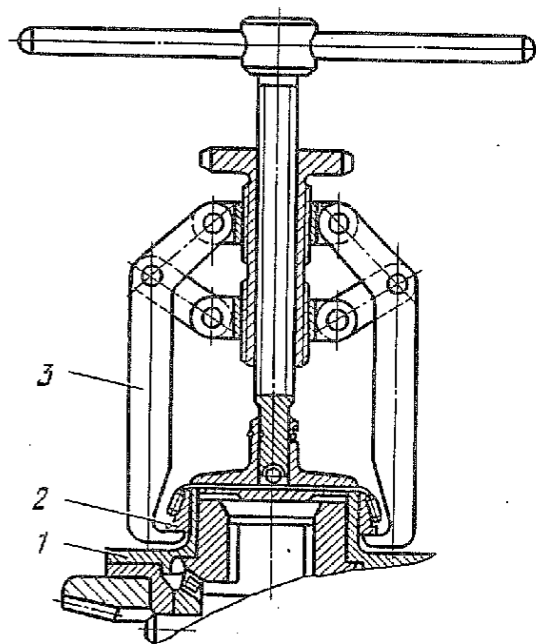

Рис. 60. Съемник подшипника дифференциала:
1.8. Спрессовать с дифференциала внутренние кольца подшипников и скомплектовать их с наружными кольцами (съемник подшипника дифференциала, рис. 60).